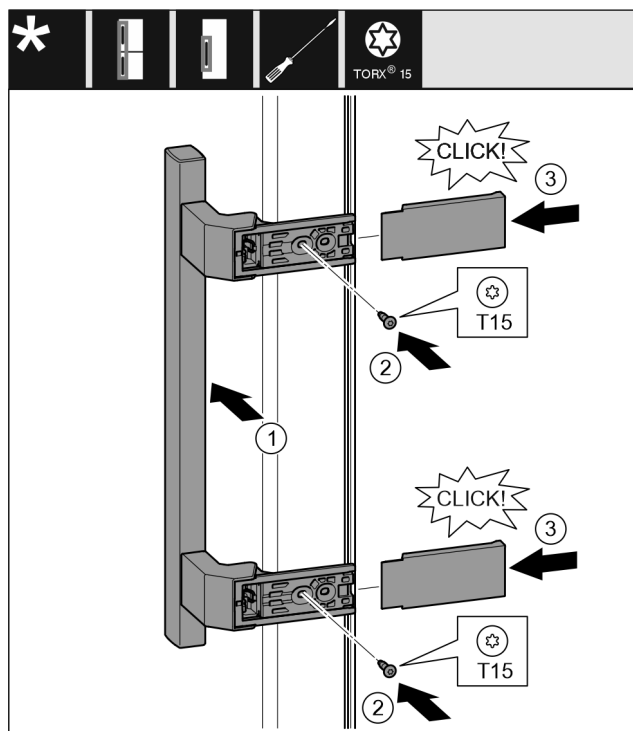

Fig. 23
- ▶ Applicare la maniglia sul lato opposto. Fig. 23 (1)
- ▶ Serrare le viti con il cacciavite T15. Fig. 23 (2)
- ▶ Applicare le coperture lateralmente e spingerle. Fig. 23 (3)